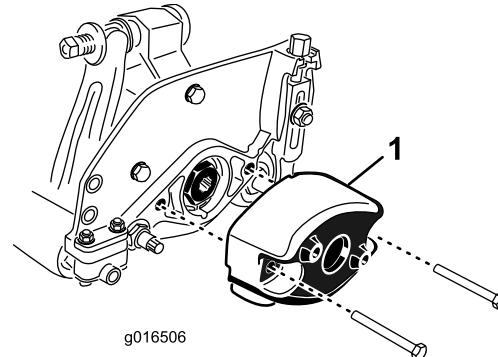

図 8
1. カウンタウェイトをカッティングユニットの左側に固定しているボルト2本を外す。カウンタウェイトを取り外す 図 8。
付ける 図 8。ボルトを16-20 N·m 3.7-4.6 kg·m = 12-15 ft-lbにトルク締めする。